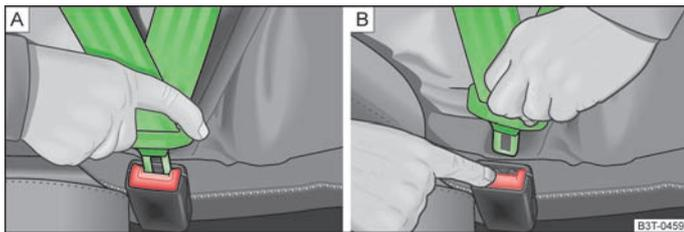

Abb. 118 Sicherheitsgurt anlegen / ablegen
- Die Schlosszunge in das zum Sitz gehörende Gurtschloss » Abb. 118 - [A] stecken, bis diese hörbar einrastet.
- Die rote Taste im Gurtschloss » Abb. 118 - [B] drücken, die Schlosszunge springt heraus.